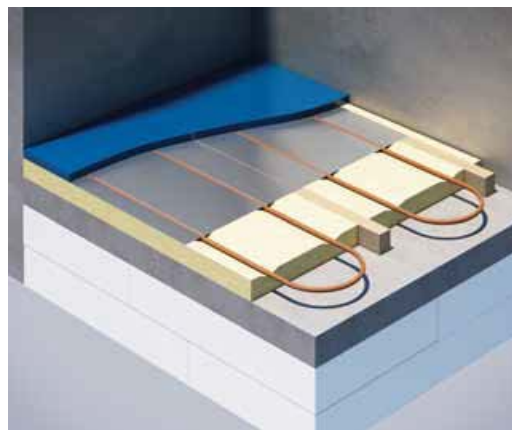

Fig. 5
- Wavin gulvvarmerør lagt i varmfordelingsplater i spaltegulv i et mellombjelkelag (Fig. 5)
Gulvvarmeanleggene skal prosjekteres i henhold til de prinsipielle konstruksjonsutførelsene som er vist i pkt. 2. Varmeteknisk dimensjonering skal utføres for hvert enkelt anlegg i henhold til gjeldende standarder. Tilfarergulv med selvbærende varmefordelingsplater (Fig. 5) bør prosjekteres med tilstrekkelig isolasjon under varmefordelingsplatene. Da det bærende sjiktet ligger over gulvvarmen vil varmemotstanden i ovenforliggende sjikt være større enn for de andre konstruksjonene og dermed vil en større prosentandel av varmen transporteres nedover i dekket.